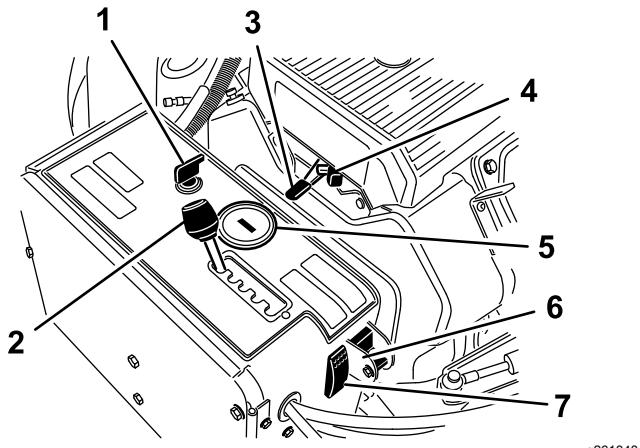

Figure 14
Le commutateur d'allumage (Figure 14) sert à démarrer et arrêter le moteur. Il a 3 positions :
- À l'arrêt du moteur, le compteur horaire/compte-tours (Figure 14) affiche le nombre d'heures de fonctionnement du moteur.
Utilisez le starter pour démarrer le moteur à froid (Figure 14).
Tournez le sélecteur vers le bas pour désactiver la fonction TrueCore (Figure 14). Retirez le boulon pour accéder au sélecteur manuel.
Appuyez sur l'interrupteur de réinitialisation du système (Figure 14) pour lever la tête d'aération si la machine tombe en panne (par ex. panne de carburant).
Placez le levier de sélection de l'espacement (Figure 14) dans le trou correspondant à l'espacement voulu ou à la position « T » pour le transport.
La commande d'accélérateur (Figure 14) permet de réguler le régime moteur. Déplacez la commande en avant (position HAUT RÉGIME) pour augmenter le régime moteur ou en arrière (position BAS RÉGIME) pour le réduire. Le régime moteur régule la vitesse